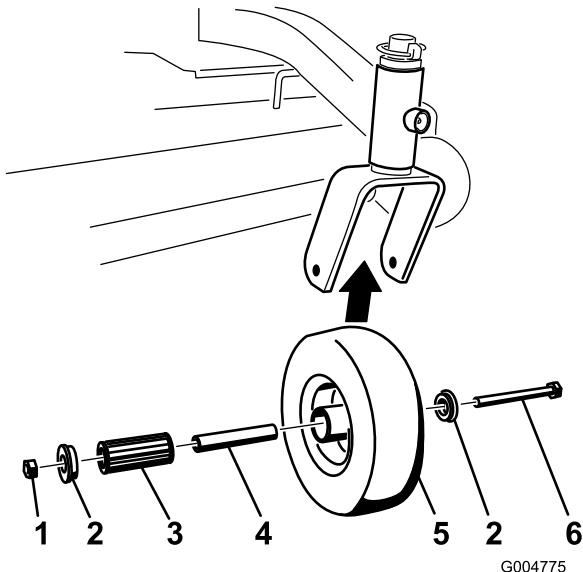

Figure 43
1. Enlevez le contre-écrou et le boulon de fixation de la roue pivotante à la chape (Figure 43).
2. Enlevez une bague, puis sortez la douille pour clé et le roulement à rouleaux du moyeu de roue (Figure 43).
3. Enlevez l'autre bague du moyeu, puis nettoyez la graisse et les saletés éventuellement présentes dans le moyeu (Figure 43).
4. Examinez l'usure du roulement à rouleaux, des bagues, de la douille pour clé et de l'intérieur du moyeu. Remplacez les pièces endommagées ou usées (Figure 43).
5. Pour le remontage, placez une bague dans le moyeu de la roue. Lubrifiez le roulement à rouleaux et la douille pour clé, et insérez-les dans le moyeu. Mettez la deuxième bague dans le moyeu (Figure 43).
6. Montez la roue pivotante dans la chape à l'aide du boulon et du contre-écrou. Serrez le contre-écrou jusqu'à ce que la base de la douille pour clé soit en appui contre l'intérieur de la chape (Figure 43).